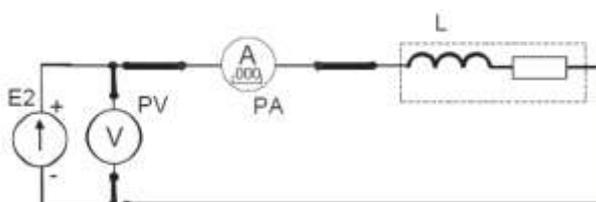

Рисунок 11 – Цепь постоянного тока с катушкой индуктивности
5. Определить величину активного сопротивления катушки методом амперметра и вольтметра. Для этого подключить её к источнику постоянного напряжения  $E2$  (рис. 11). Установить у цифрового амперметра режим измерения постоянного тока. После проверки схемы преподавателем включить источник питания  $E2$ , установить у него выходное напряжение 10 В и измерить величину постоянного тока в цепи. Результат занести в таблицу 12. Выключить электропитание.